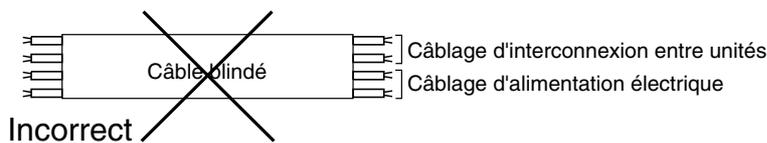

Fig. 2
3. Ne pas torsader les lignes à courants faibles avec la ligne d'alimentation ou les câbler avec le même câble (Fig. 2).